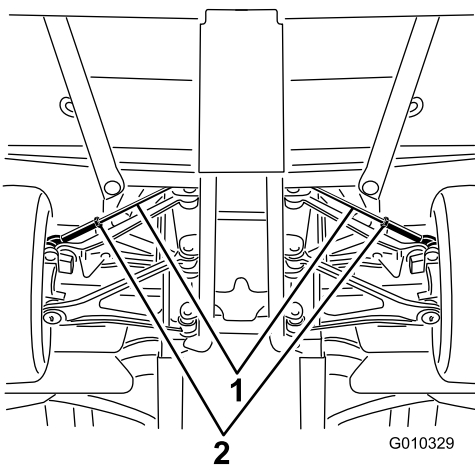

Figura 57
- A. Afloje la contratuercas del centro del tirante (Figura 57).